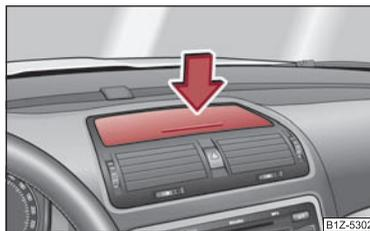

Fig. 91 Tableau de bord: Vide-poches
- Appuyez au milieu du vide-poches ⇒ fig. 91 - le couvercle s'ouvre.